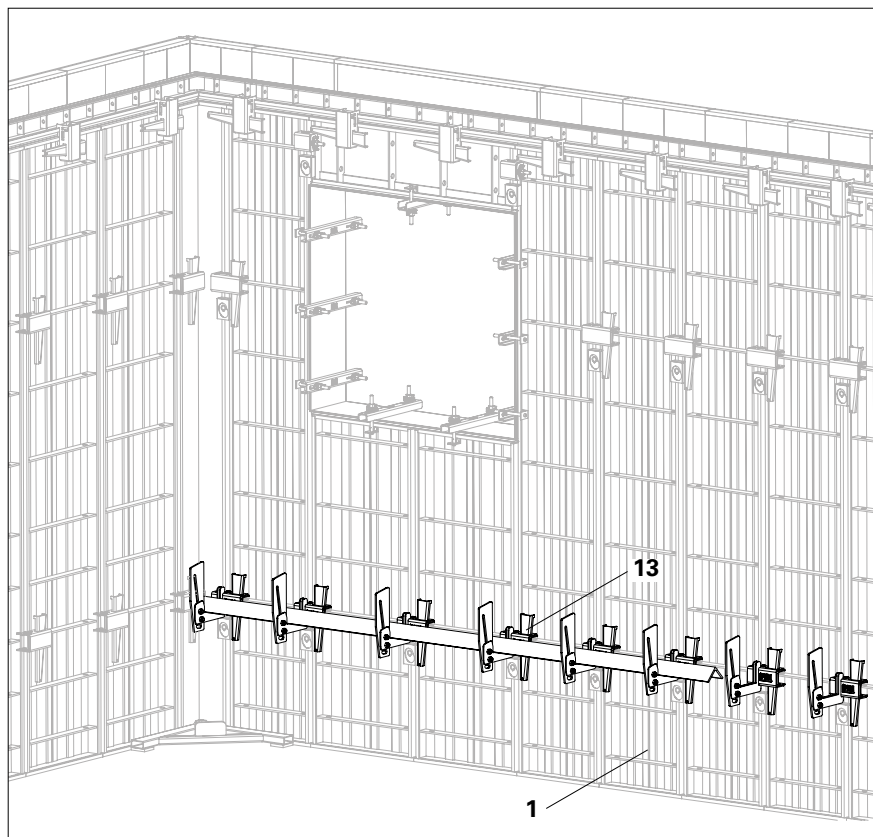

Fig. B8.01
1. Invece del giunto UNO Plus (10), usare il giunto di allineamento UNO Plus (13). (Fig. B8.01 + B8.02)
2. Fissare i giunti di allineamento UNO Plus (13), inserendo i cunei in posizione con un martello (13.1).
3. Inserire i profili a L adatti nei giunti di allineamento UNO Plus montati (13). (Fig. B8.01 + B8.02)